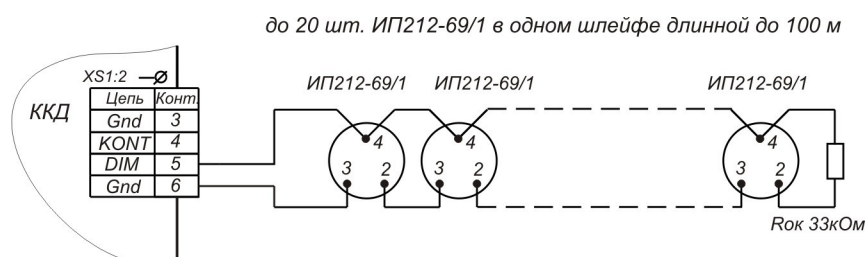

Рисунок 6 - Электрическая схема подключения дымовых пожарных извещателей ИП212-69/1 к цепи DIM блока ККД
3) схема контроля подключения извещателей к шлейфу (рисунок 6) в новых проектах не должна применяться;